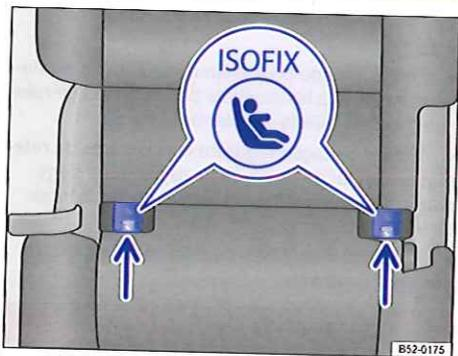

Fig. 82 Sur le siège : identification des points d'ancrage inférieurs des sièges pour enfants
- Engagez le siège pour enfants dans le sens des flèches sur les œillets de retenue ⇒ fig. 82. Le siège pour enfants doit s'enclencher de manière sûre et audible.
- Posez le siège pour enfants sur l'assise du siège et accrochez les crochets des ceintures de retenue dans les œillets de retenue ⇒ fig. 82.